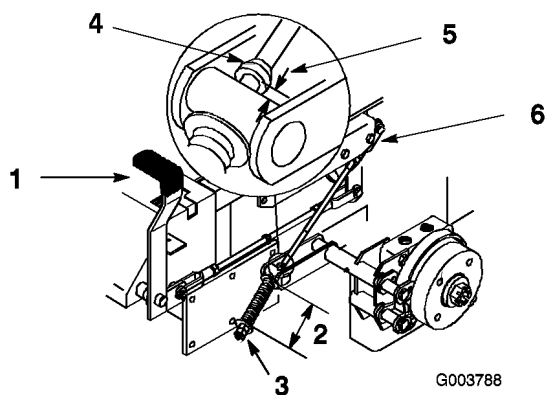

Figure 48
Les rondelles doivent être espacées de 70 mm (Figure 48).
3. Si un réglage est requis, desserrez l'écrou de blocage situé sous le ressort et serrez l'écrou directement au-dessous de la chape (Figure 48). Modifiez le serrage de l'écrou jusqu'à ce que le ressort ait la longueur voulue. Serrez les deux écrous ensemble et répétez la procédure de l'autre côté de la machine.
Elle doit être comprise entre 5 et 7 mm (Figure 48).
7. Si un réglage est requis, desserrez l'écrou de blocage situé juste au-dessous de la chape. Tournez la tige inférieure jusqu'à obtention de l'écart voulu (Figure 48). Serrez l'écrou de blocage à la chape.